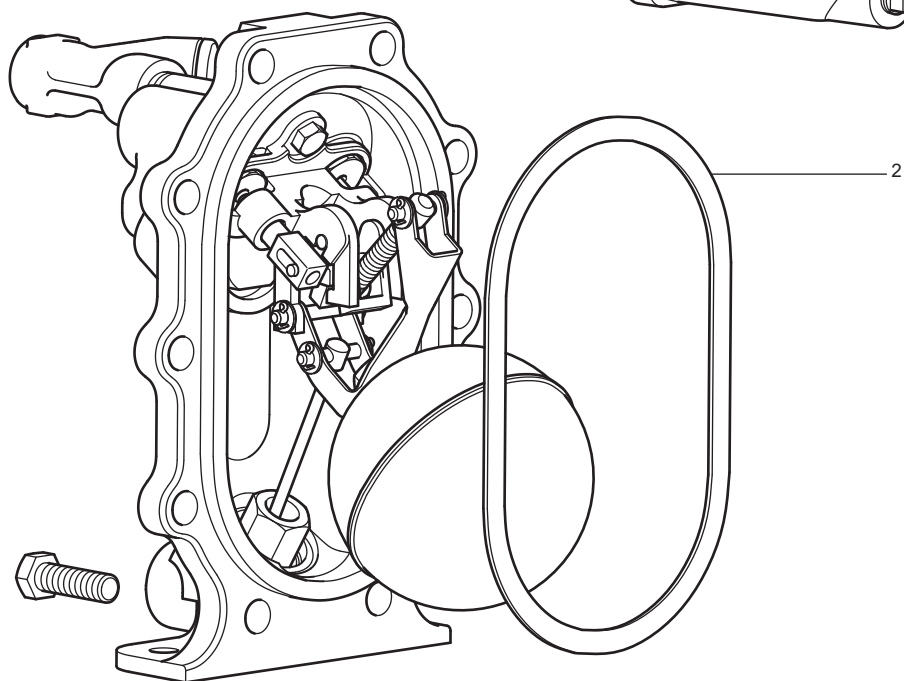

図. 16
3. 新しいガスケット(部品番号2)をボディーに注意深く取り付けます。(図16参照)